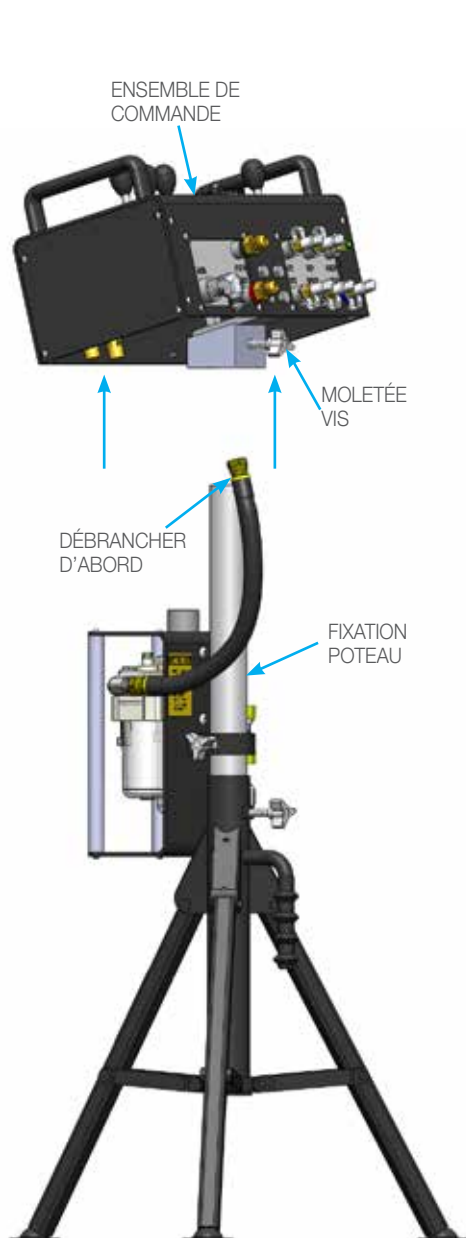

FIGURE 1
1. Débranchez le flexible pneumatique de l'arrière de l'ensemble de commande. Desserrez la vis moletée sur la fixation sur poteau et soulevez avec précaution l'ensemble de commande pour le dégager du poteau de fixation. Mettez de côté l'ensemble de commande. **(Figure 1)**
1. Raccordez les conduites **NOIRE** et **ROUGE** 1/2" des raccords AutoStroke « Forward » et « Reverse » aux raccords « Forward » et « Reverse » à l'arrière du boîtier de commande CB-ABX. Raccordez le flexible COURT de DI 1/4" au raccord repéré « **CLAMP** » à gauche de l'AutoStroke et au raccord « **CLAMP** » du boîtier de commande. (**Figure 1**)